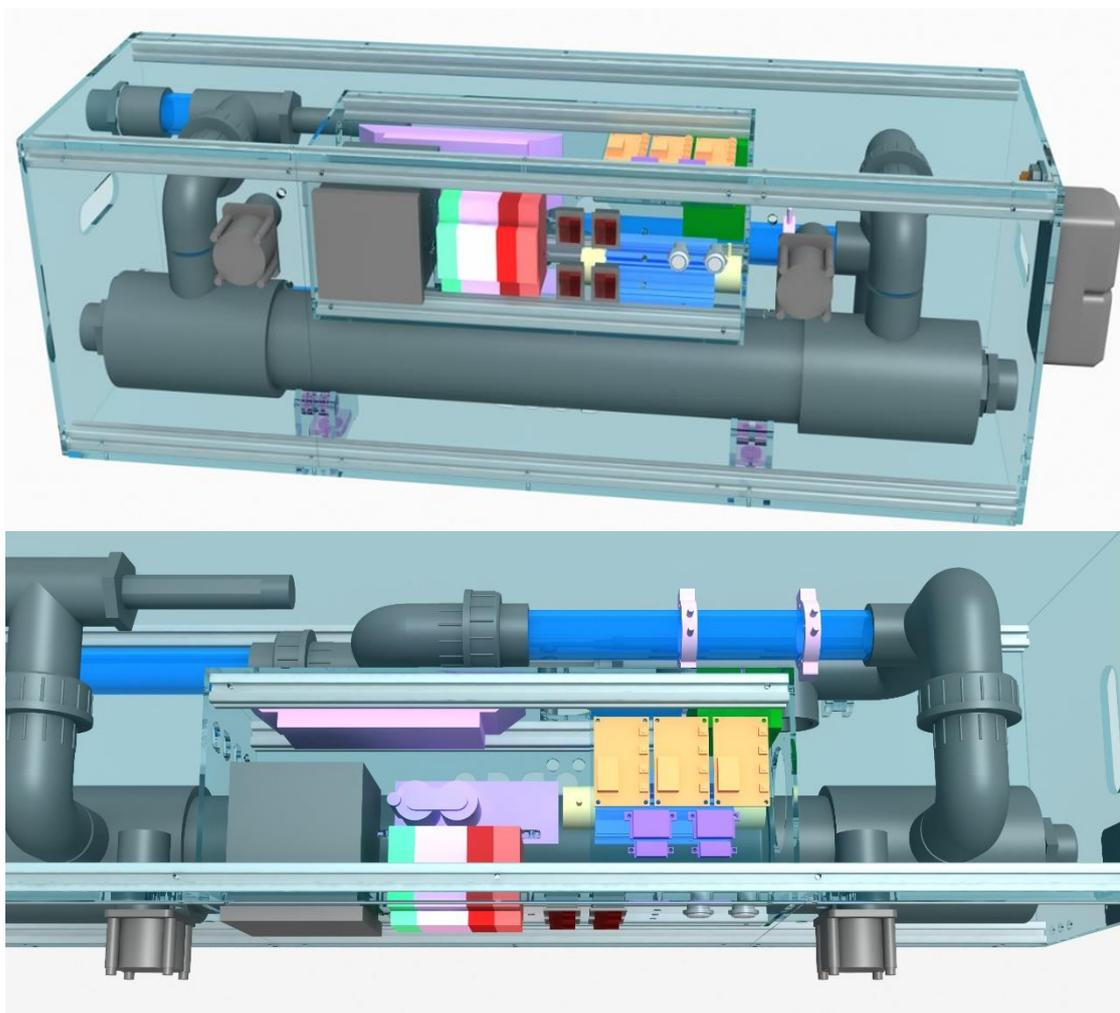

Рисунок 2 - Компоновка оборудования в едином корпусе
1.2.2 Оборудование выполнено в едином корпусе (см. рисунок 2).